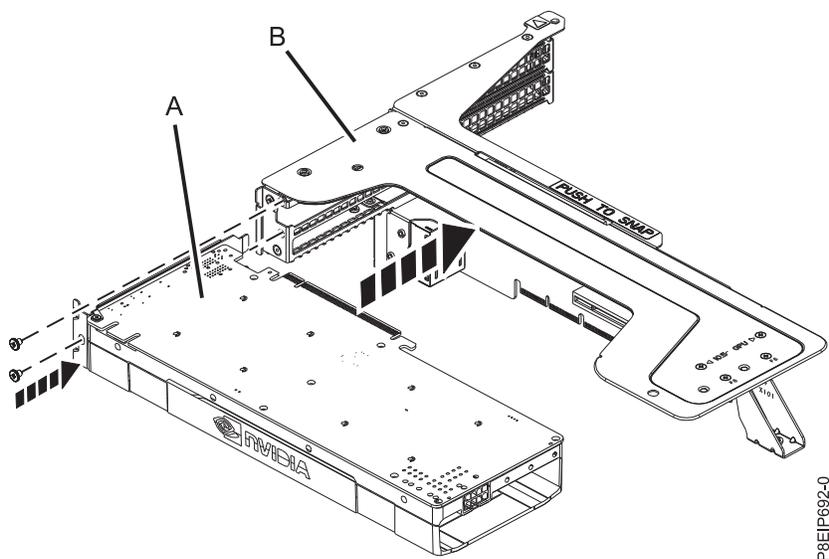

Figure 22. Insertion de l'unité de traitement graphique dans le connecteur de bus
- e. Insérez l'unité de traitement graphique (**A**) dans le connecteur de bus de la carte PCIe (**B**) comme indiqué dans la figure 22, à la page 27.